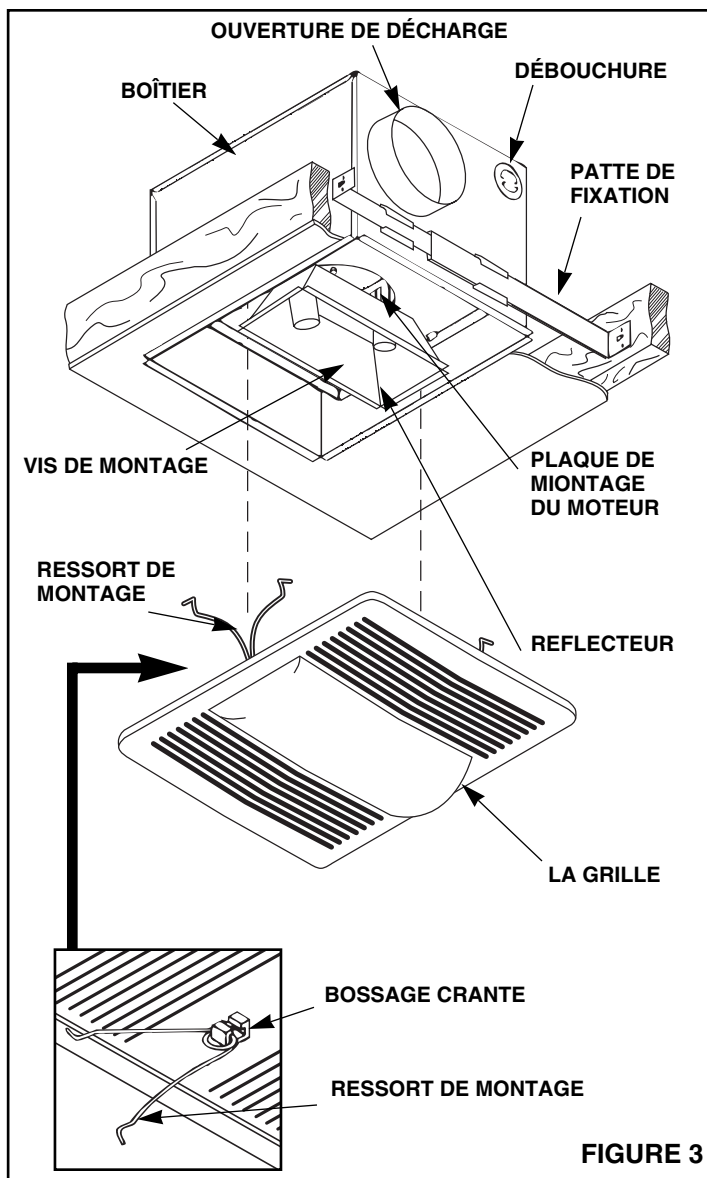

FIGURE 3
4. Voir Figure 3. Bien serrer les vis.
1. Voir Figure 3. Insérer la boucle centrale des ressorts de montage de la grille dans les bossages à rainures au dos de la grille.